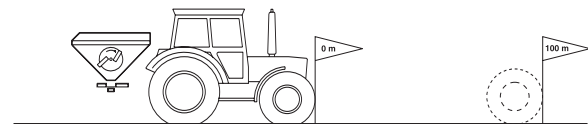

Fig. 13
1. Tarlada tam olarak 100 metrelik bir ölçüm mesafesi ölçünüz. Ölçüm mesafesinin başlangıç ve bitiş noktasını işaretleyiniz (Fig. 13).